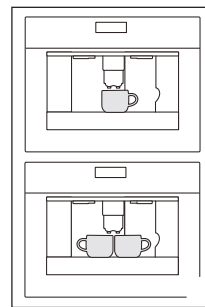
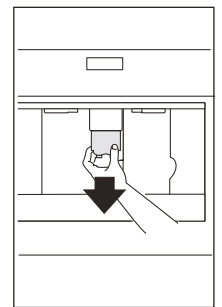

Fig. 16
Fig. 17
- Placer 1 tasse sous les becs verseurs pour faire 1 café (Fig. 16) ou 2 tasses pour 2 cafés (Fig. 16). Baissez les becs verseurs aussi près que possible de la tasse pour un café plus crémeux. (Fig. 17).